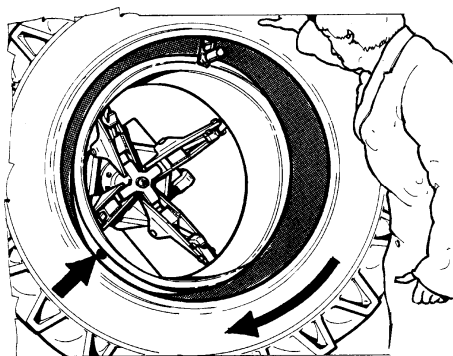

Рис.50
3. Установите крюк, как показано на Рис. 50. Край крюка должен быть отведен от закраины обода в радиальном направлении примерно на 2-3 см (1 дюйм) и отведен примерно на 2-3 см (1 дюйм) во внешнем направлении.